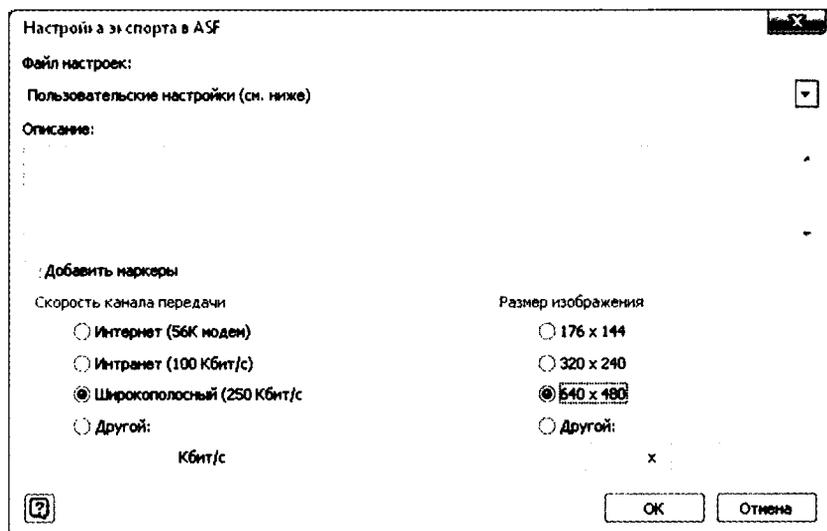

Рис. 13.5. Выбор опций для создания видеофайла анимации
12. Выберите **Пользовательские настройки** (см. ниже) из выпадающего меню **Файл настроек**. Измените скорость канала передачи на **Широкополосный (250 Кбит/с)** и значение размера изображения на **640×480**, как показано на рис. 13.5, затем нажмите **ОК**.